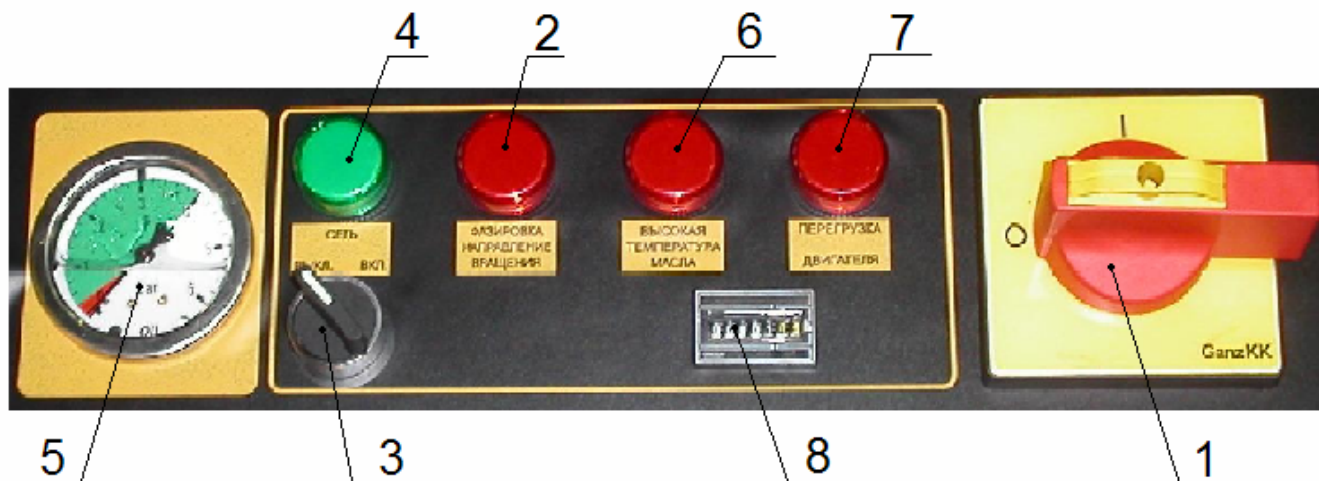

Рис. 3. Панель управления.
- световая сигнализация "сеть" – зеленая лампа 4 (рис. 3) на панели управления;
- направление вращения (фазировка) и срабатывание защиты вентилятора – красная лампа 2 (рис. 3) на панели управления;
- манометр масляный 5 (рис. 3) – установлен на панели управления;
- аварийный датчик максимальной температуры масла винтового блока. Имеет выход для подключения сигнального устройства (световая сигнализация) – красная лампа 6 (рис. 3) на панели управления;
- аварийное тепловое реле защиты электродвигателя – красная лампа 7 (рис. 3) на панели управления;
- отключить машину с помощью выключателя 1 на панели управления (см. рис.3) и главного рубильника;
Запуск привода осуществляется поворотом рукоятки поворотного выключателя 1 (рис. 3) и поворотной кнопки 3 (рис. 3) на панели управления установки.
Манометр 5 (рис. 3) для контроля давления воздуха на выходе из винтового блока, счетчик часов работы 8 (рис. 3) находятся на панели управления, расположенной спереди в верхней правой части корпуса установки.